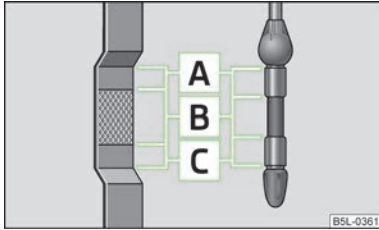

Abb. 99
Der Ölmesstab zeigt den Motorölstand an » Abb. 99.
- Der Ölstand darf keinesfalls oberhalb des Bereichs **A** » Abb. 99 liegen. Beschädigungsgefahr der Abgasanlage!